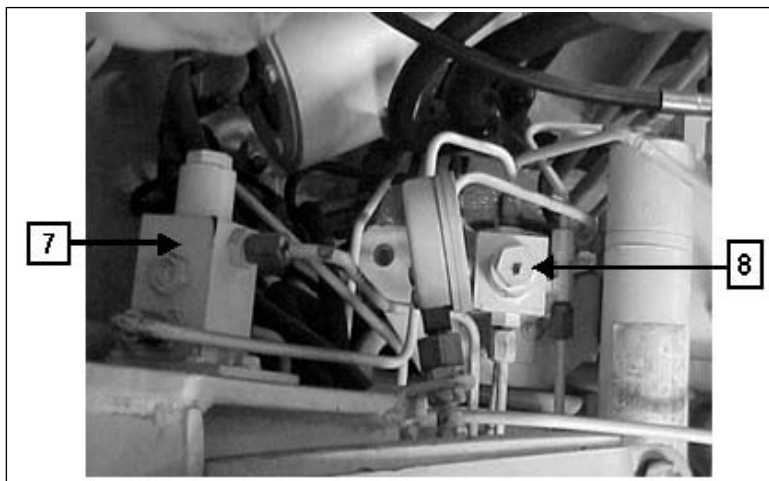
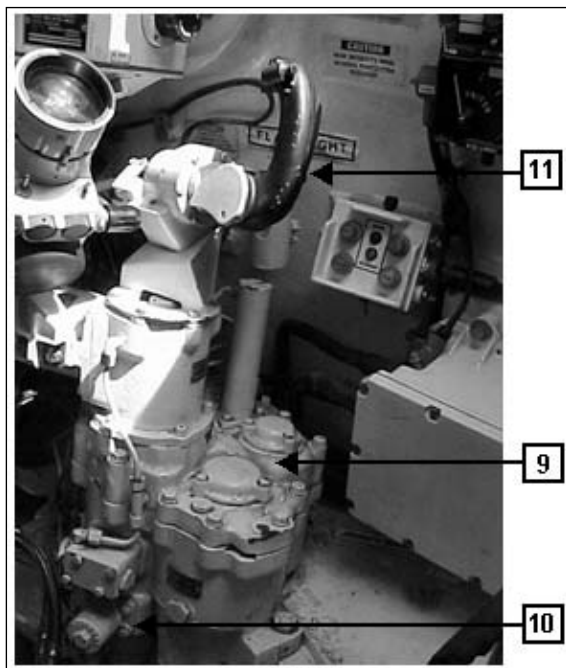

Fig 4-116. Válvulas que atuam na elevação
Fig 4-117. Mecanismo de giro da torre
f. Válvula de corte da elevação (Fig 4-116)
(1) A válvula de corte da elevação(7) está localizada sobre o conjunto de força, próximo ao indicador de pressão do acumulador, sendo controlada eletricamente. Quando o At ou o Cmt CC atuam na elevação, um sinal elétrico libera o fluxo de óleo hidráulico para o mecanismo de elevação. Tal componente tem por finalidade evitar movimentos acidentais do tubo.
(2) Durante seu funcionamento normal, o sistema de estabilização também libera o fluxo de óleo na válvula de corte.
g. Válvula de elevação automática (Fig 4-116)
(1) A válvula de elevação automática(8) localiza-se a retaguarda do sistema hidráulico; este componente tem por finalidade evitar que o tubo do Can atinja a tampa do motor acidentalmente.
(2) Nos azimutes entre 1900 e 4500 milésimos, usando como referência o chassi do CC, uma chave aciona a válvula que impede o acesso de óleo ao mecanismo de elevação de forma a manter o tubo sempre acima da tampa do motor. Para elevações que não ofereçam riscos à tampa, o tubo tem seu movimento livre.
h. Mecanismo de giro da torre (Fig 4-117)
(1) O mecanismo de giro da torre(9) se localiza à direita do Cmt CC, abaixo do punho de controle(11) do Cmt; este conjunto de componentes é o responsável pelo giro da torre usando a pressão hidráulica acumulada no conjunto do motor.
(2) O motor hidráulico(10), localizado sob o mecanismo, recebe o fluxo de óleo sob pressão e aciona as engrenagens da caixa de engrenagens; tais engrenagens, engrazadas na cremalheira da torre, provocam o movimento desejado.
(3) Ao ser acionado, o giro manual da torre, à direita e acima do atirador, as engrenagens são acionadas diretamente, provocando o movimento desejado.
(4) O computador balístico também induz movimentos no mecanismo de giro da torre ao introduzir a precessão necessária para o tiro em alvos em movimento.